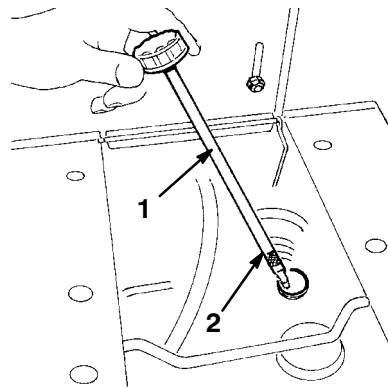

Bild 6
- Schrauben Sie den Ölpeilstab los und ziehen ihn aus dem Ölfüllrohr heraus (Bild 6).